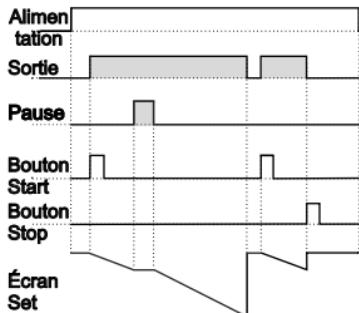

Figure 1.1
1.1.1 Si le décomptage est **dEct** = 1 et que **butF** est **o-n**, le schéma de commande sera celui illustré à la figure 1.1.